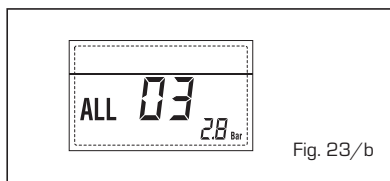

Fig. 23/b
- ANOMALÍA Sonda IDA CALEFACCIÓN "ALL 05" (fig. 23/d)